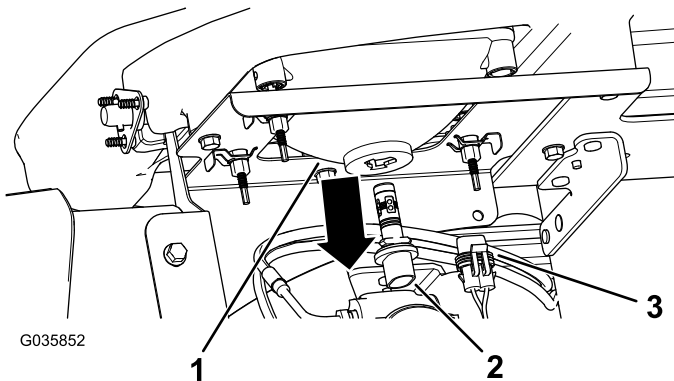

Bild 52
3. Schließen Sie den elektrischen Anschluss für den Kabelbaum vom Lampenanschluss hinten am Scheinwerfergehäuse ab (Bild 52).
4. Drehen Sie die Birne um eine Vierteldrehung nach links und bewegen sie nach hinten aus dem Lampengehäuse (Bild 52).
5. Setzen Sie die neue Birne und das neue Scheinwerfergehäuse ein und fluchten Sie die Nasen in der Birne mit den Schlitten im Scheinwerfergehäuse aus (Bild 52).
6. Drehen Sie die Lampe um eine Vierteldrehung nach rechts, um sie zu befestigen (Bild 52).
7. Schließen Sie den elektrischen Anschluss für den Kabelbaum am Anschluss der neuen Lampe an (Bild 52).